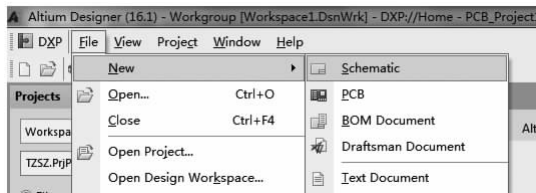
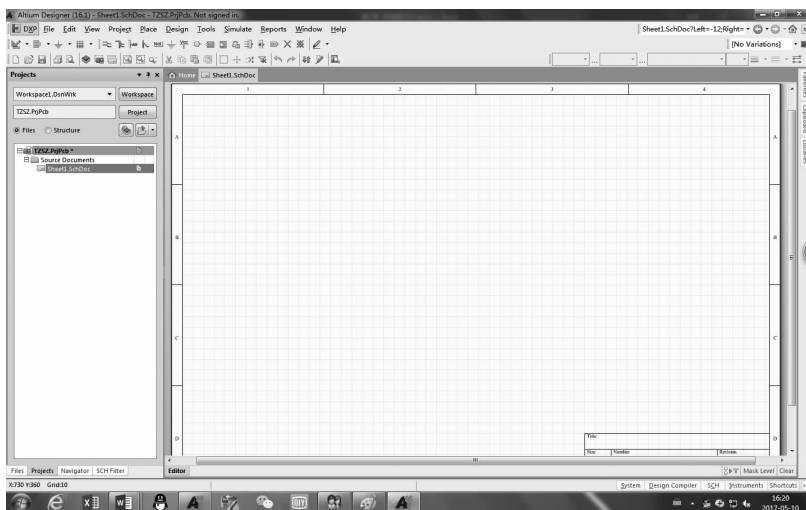

图 2-10 执行“File”→“New”→“Schematic”菜单命令
图 2-11 原理图编辑界面
(1)执行“File”→“New”→“Schematic”菜单命令,如图 2-10 所示,打开如图 2-11 所示的